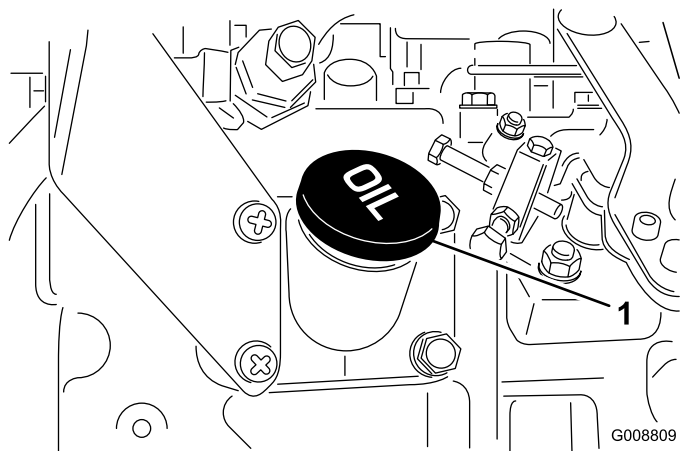

Figura 52
4. Se l'olio non raggiunge i parametri di sicurezza, togliete il tappo di riempimento (Figura 52) e aggiungete olio finché il livello non raggiunge la tacca Pieno.